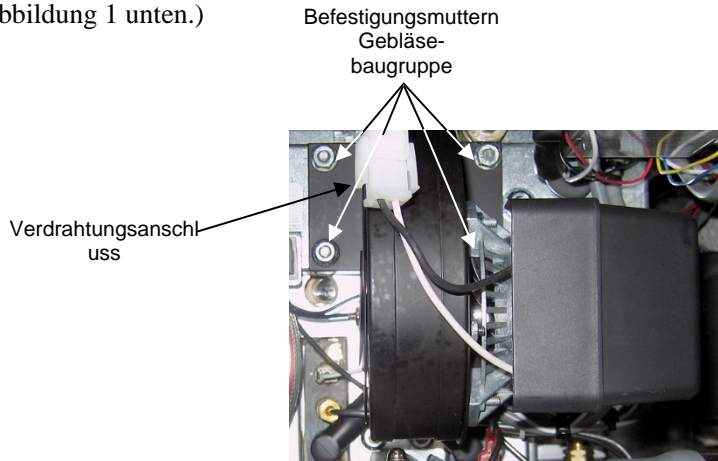

Abbildung 1
1. Den Gebläsekabelbaum abklemmen und die vier Befestigungsmuttern des Gebläses entfernen. (Siehe Abbildung 1 unten.)